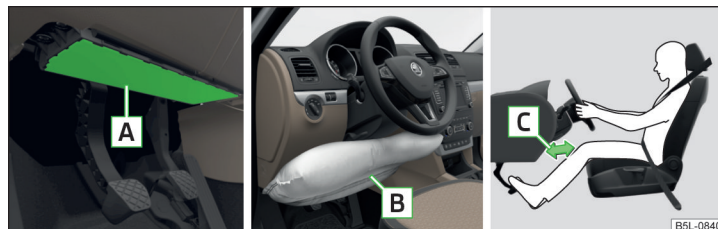

Fig. 9 Locul de amplasare a airbagului/airbag umplut cu gaz/distanța sigură a picioarelor față de planșa de bord
Airbagul pentru genunchi al șoferului **A** este montat în partea inferioară a planșei de bord, sub coloana de direcție » fig. 9.
- Reglați longitudinal scaunul șoferului în așa fel, încât distanța de la picioare [C] la planșa de bord să fie de minim 10 cm în zona airbagului pentru genunchi » fig. 9. Dacă, din rațiuni de mărime corporală, nu este posibil să se îndeplinească această condiție, adresați-vă unei unități service specializate.